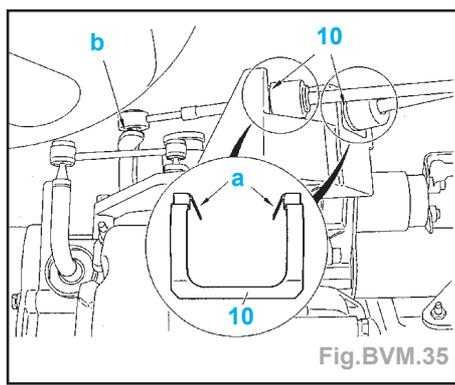

Fig.BVM.35
- Pour déverrouiller les rotules, faire levier en «**b**» à l'aide d'un tournevis plat (Fig.BVM.35).